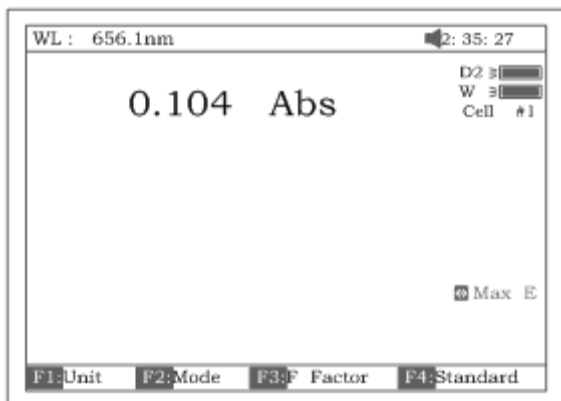

Рис. 20.
- Пользуясь рукояткой кюветодержателя, установите кювету с анализируемым раствором (пробой) на пути прохождения светового луча. На экране отобразится измеренное значение оптической плотности пробы (напр. как на рис.20).